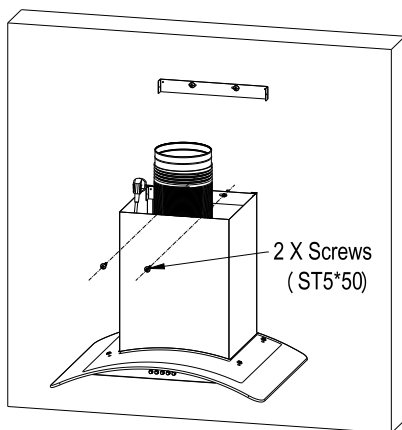

Рисунок 7
5. Вкрутите дополнительный винт M5*50 для предотвращения самопроизвольного соскальзывания вытяжки с кронштейна. См. Рисунок 7.